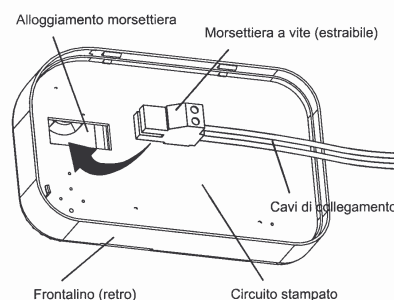

Figura 2-7
Una volta eseguito il fissaggio del supporto si può procedere al cablaggio tramite la morsettieria a vite estraibile: dopo averla tolta dall'apposito alloggiamento ed aver collegato opportunamente i cavi di connessione con la caldaia, essa va reinserita "a slitta" nel proprio alloggiamento, come mostrato in Figura 2-7.
- collegare il Cronotermostato al cavo uscente della caldaia come illustrati nella Figura 2-7. **Il cavo di collegamento non ha polarità.**